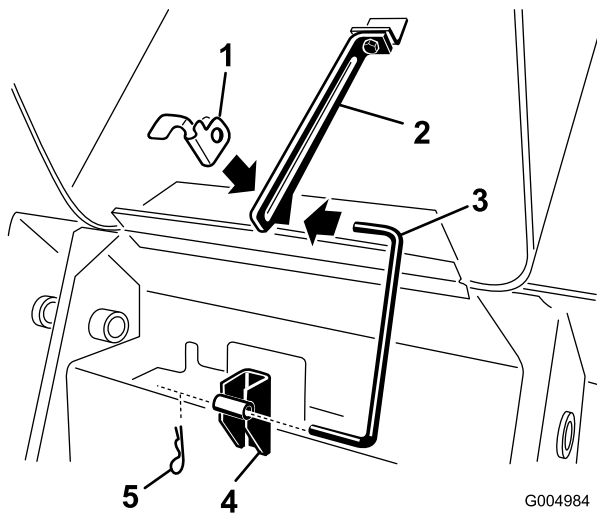

Figura 40
- Retire el pasador de horquilla del extremo inferior de la varilla de soporte del capó y retire la varilla de los soportes de retención y de la pestaña (Figura 40).
7. Instale la varilla en los soportes de retención y la pestaña, y fíjela con el pasador de horquilla (Figura 40).